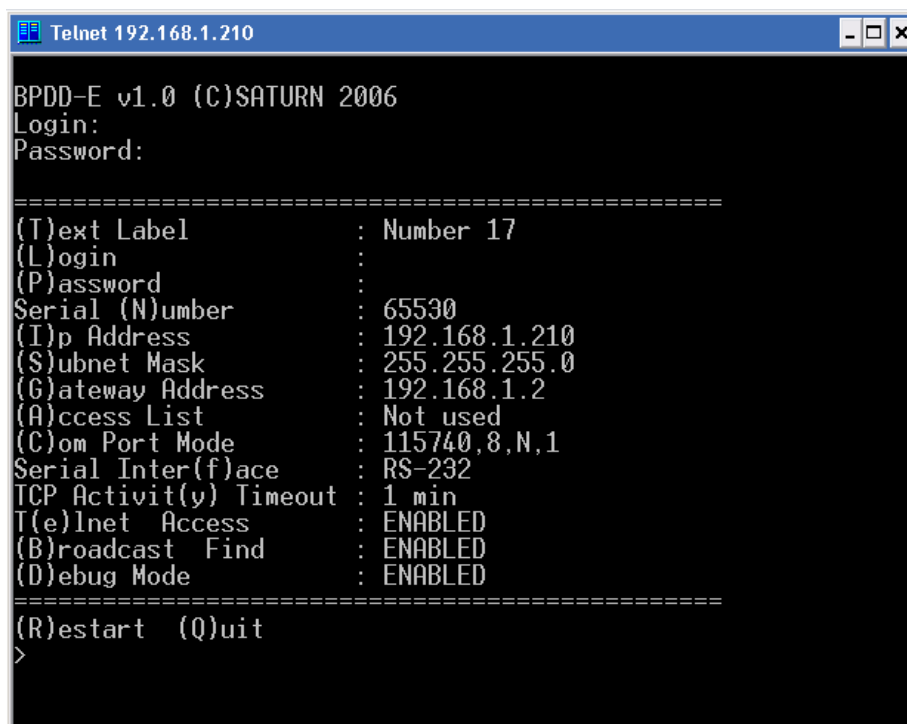

Рисунок 17 – Внешний вид окна терминала в режиме конфигурации по сети
5. В случае ввода правильного логина и пароля появится следующее сообщение (рисунок 17):